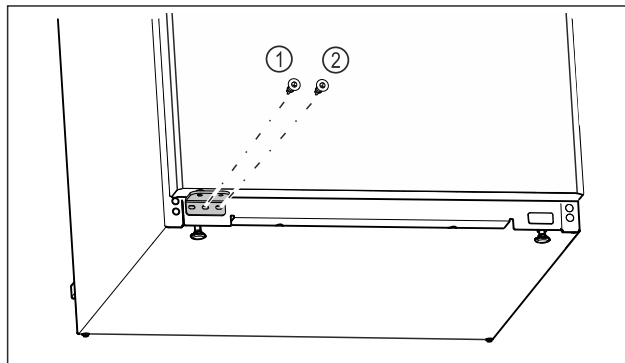

Fig. 18
- ▶ Apretar el tornillo central del soporte del cojinete Fig. 18 (1) con un destornillador Torx 20.
- ▶ Apretar el tornillo interior del soporte del cojinete Fig. 18 (2) con un destornillador Torx 20.